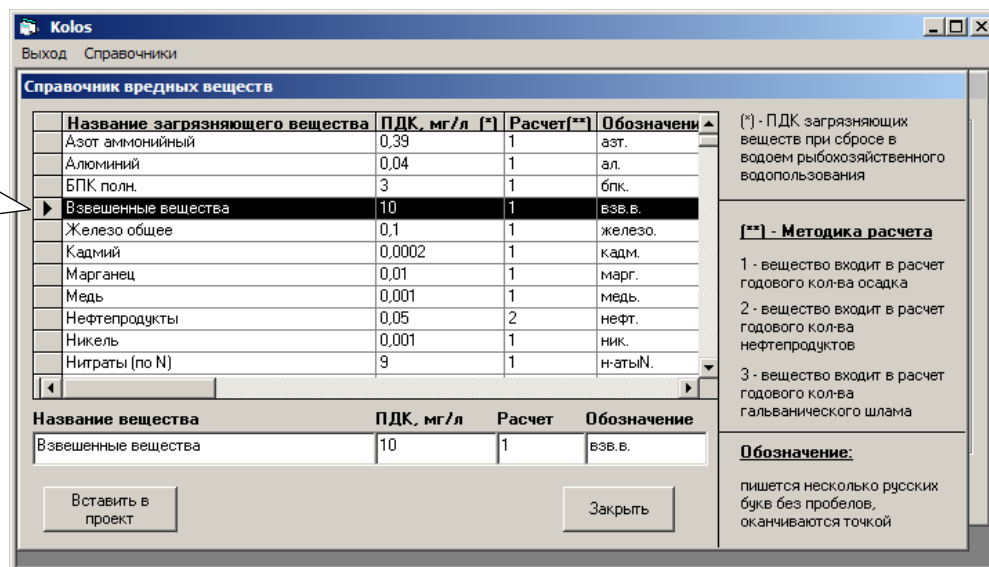

Рис. 6. Справочник вредных веществ
- нажать на кнопку "**Выбрать из справочника**", появится окно (Рисунок 6);
- выбрать вещество в списке вредных веществ, которое нам нужно вставить в проект, для этого нажав мышью на сером поле напротив вещества так, чтобы черный треугольный курсор встал напротив вещества. Выбранная запись будет отражена в текстовом поле "**Название вещества**" (Рисунок 6);